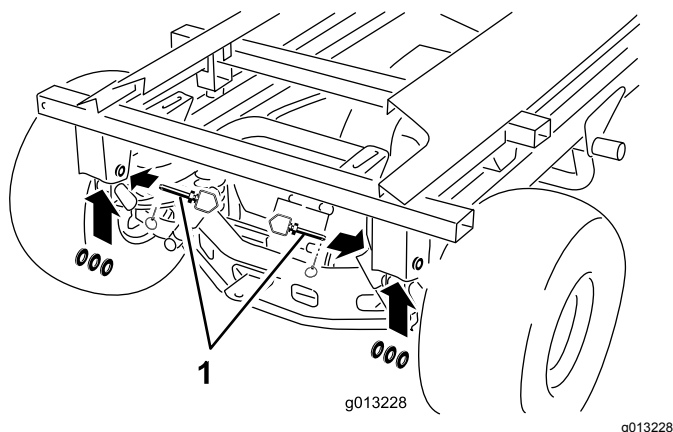

Рисунок 50
10. Извлеките задние шплинты, пальцы сцепного устройства и шайбы (Рисунок 50).